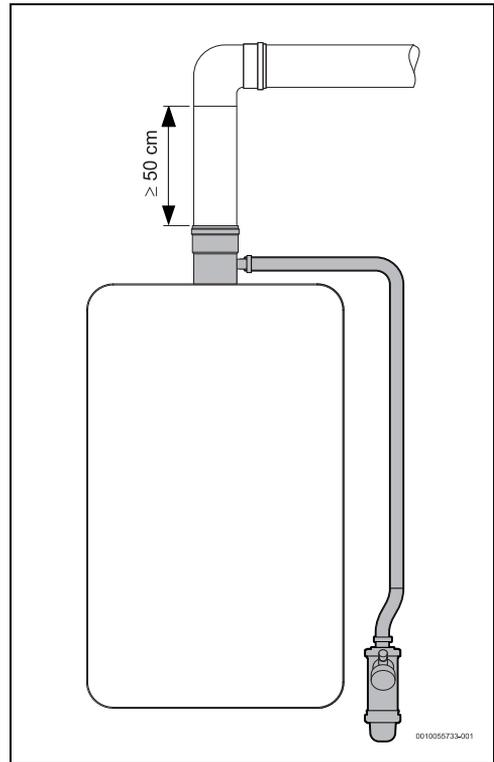

Fig. 17 Sifón de condensados (tubo horizontal)
- La longitud de la primera sección del tubo es vertical y mayor a 50 cm (fig. 17).